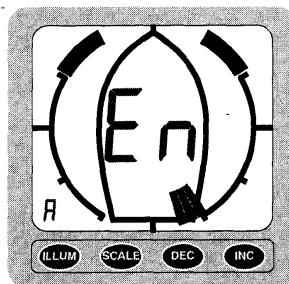

Figure 4 : mode configuration
- a) Appuyez sur la touche ILLUM en mettant l'appareil sous tension pour accéder au mode configuration (fig.4). La position de l'indicateur de direction n'a pas d'importance.